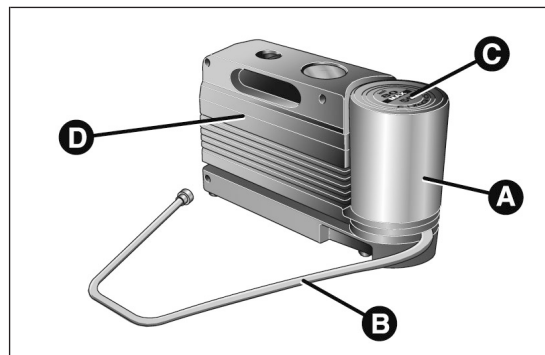

fig. 164
- une bombe A fig. 164 contenant le liquide pour sceller, munie de :